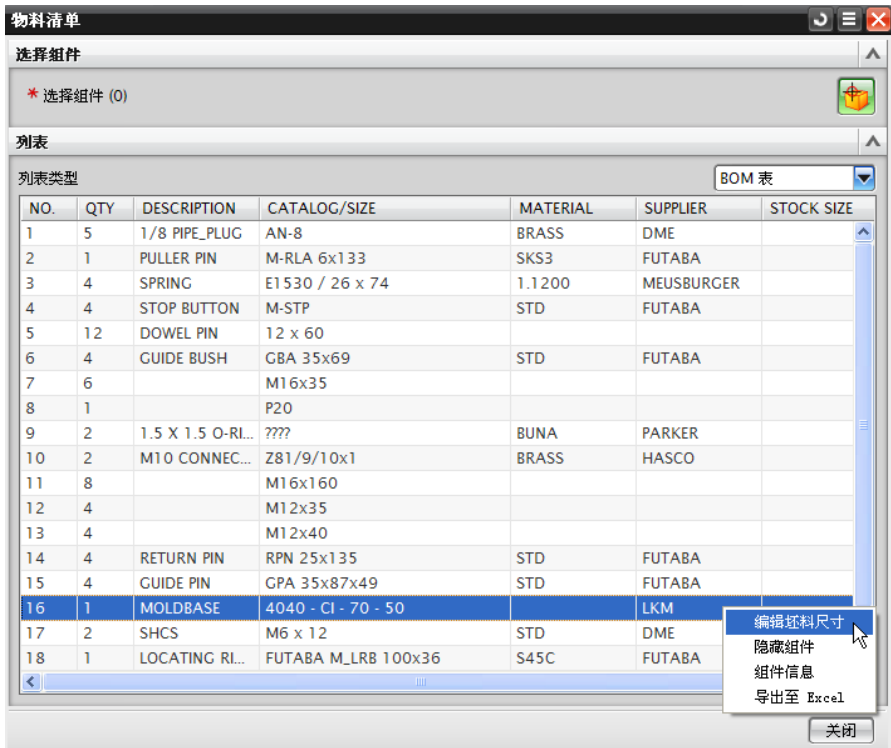

图 10-130 【物料清单】对话框
(1) 在注塑模设计模块工具栏中单击【材料清单】图标，弹出如图 10-130 所示的【物料清单】对话框。
(2) 在图 10-130 所示的【物料清单】对话框中，列出了部件明细表，可选某一零件对